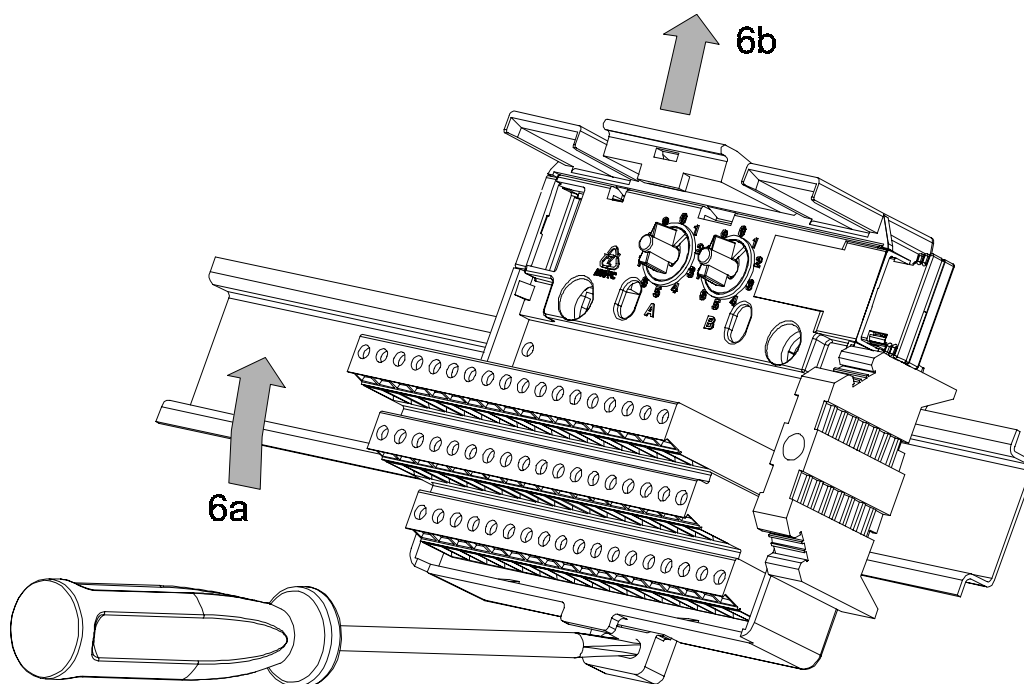

Figura 6-1 Retirada da Base do Trilho
6. Com uma chave de fenda soltar a trava que prende a base ao trilho, girar a base para fora do trilho (6a) e deslizar a base, retirando-a do trilho (6b), conforme figura 6-1;